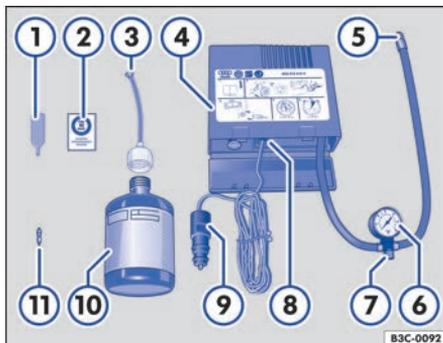

Fig. 186 Representación esquemática: componentes del kit reparapinchazos.
El kit reparapinchazos se compone de los siguientes elementos → fig. 186:
12. Pegue el adhesivo → fig. 186 ② del kit reparapinchazos en el tablero de instrumentos dentro del campo de visión del conductor.
- Desenrosque el obús de la válvula con el desmontaobuses → fig. 186 ① y deposítelo sobre una superficie limpia.
- Agite energícamente la botella de sellante → fig. 186 ⑩ unas cuantas veces.
- Enrosque fijamente el tubo de llenado → fig. 186 ③ en la botella de sellante en el sentido de las agujas del reloj. El precinto de la boca de la botella se perfora automáticamente.
- Retire el tapón del tubo de llenado → fig. 186 ③ e introduzca el extremo abierto en la válvula del neumático por completo.
- Enrosque nuevamente el obús en la válvula del neumático con ayuda del desmontaobuses → fig. 186 ①.
- Enrosque fijamente el tubo de inflado → fig. 186 ⑤ del compresor de aire en la válvula del neumático.
- Compruebe que el tornillo de descarga de aire → fig. 186 ⑦ esté cerrado.
- Acople el conector → fig. 186 ⑨ a la toma de corriente de 12 voltios del vehículo → página 131.
- Encienda el compresor de aire con el conmutador de encendido y apagado → fig. 186 ⑧.
- Deje en marcha el compresor hasta alcanzar una presión de 2,0 a 2,5 bares (29-36 psi/200-250 kPa) → ⚠. **No lo deje funcionar más de 6 minutos** → ①.
Vuelva a enroscar el tubo de inflado → fig. 186 ⑤ y compruebe la presión de inflado del neumático en el indicador ⑥.